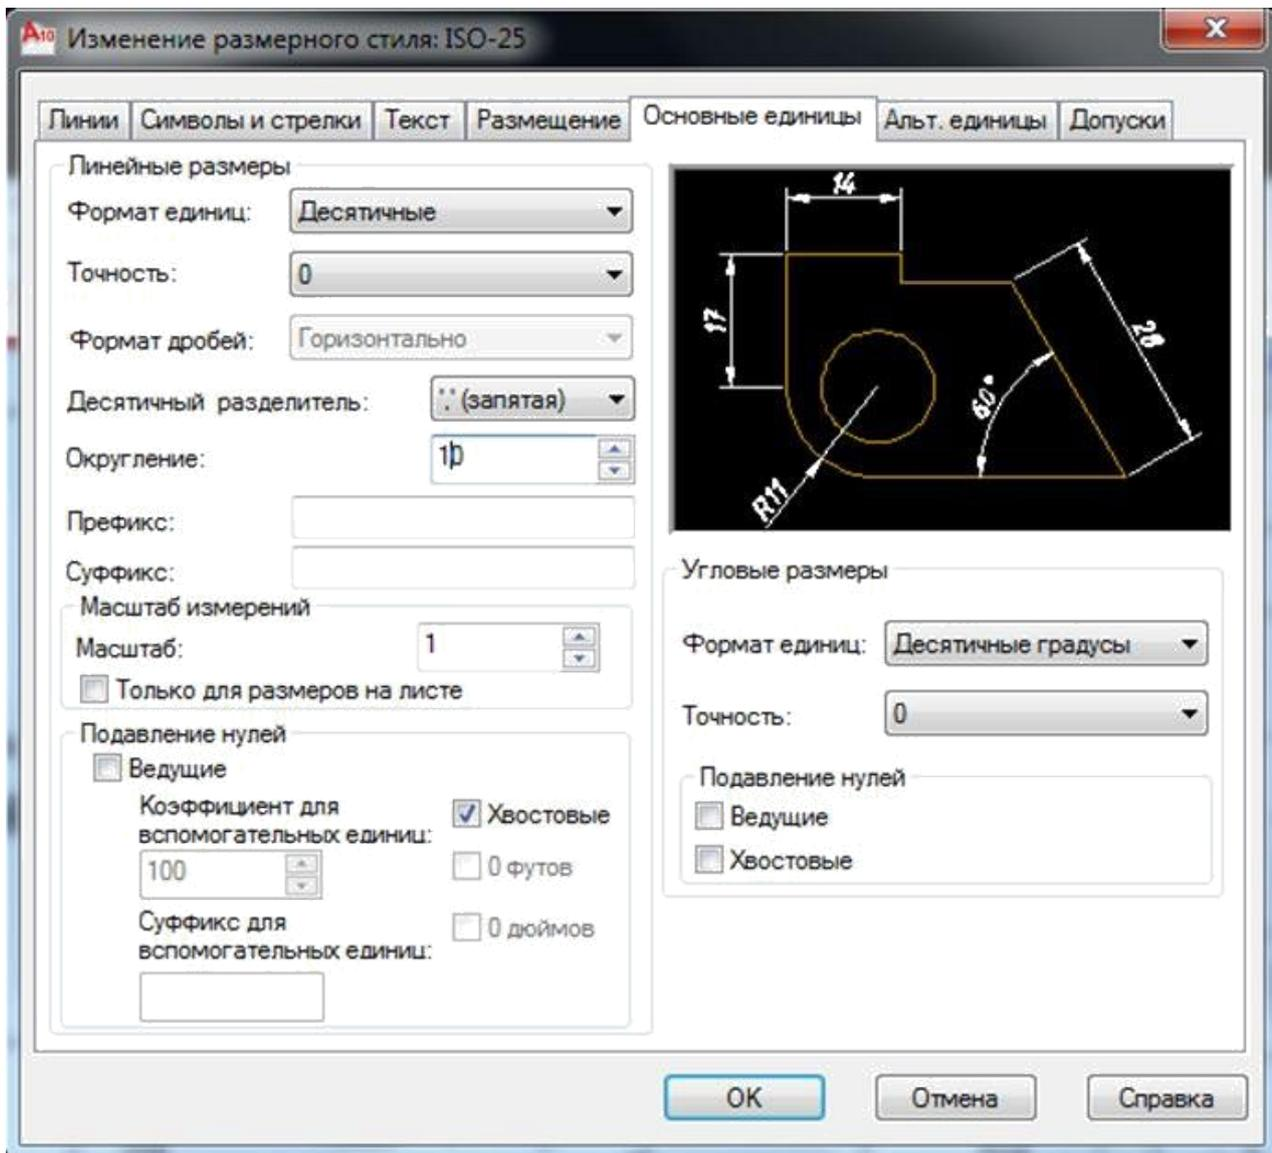

Рисунок 7.7. Панель «Изменение размерного стиля ISO-25».
- Основные единицы ➤ Точность ➤ 0 ➤ Округление ➤ 10, см. Рисунок 7.7.